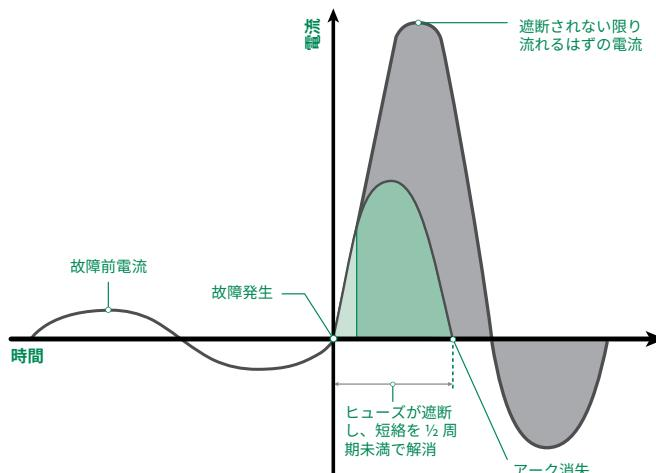

図 13 - 電流制限ヒューズ
**電流制限ヒューズ** (図 13を参照) - 電流制限範囲内で電流を遮断する際、故障回路内の電流を小さくするヒューズ。同等のインピーダンスの固定導体に装置を置き換えたとき、同じ回路内で発生しうる値より、かなり低減させる。「電流制限」のラベル表記の要件は、ヒューズブロックやヒューズホールダーがリジェクション機能を持つか、非電流制限ヒューズと異なる寸法であり、ヒューズに適合することです。